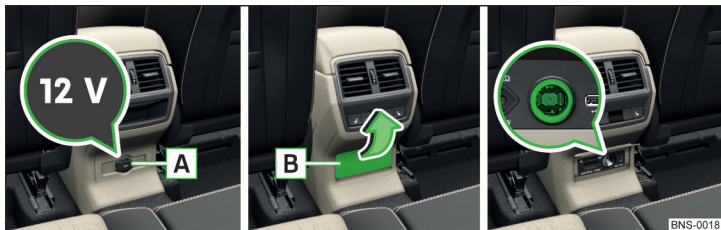

Fig. 131 Capacul prizei de 12 V/deschiderea capacului prizei de 12 V
- Pentru **utilizare**, deschideți capacul  A, resp. capacul  B în sensul săgeții » fig. 131.